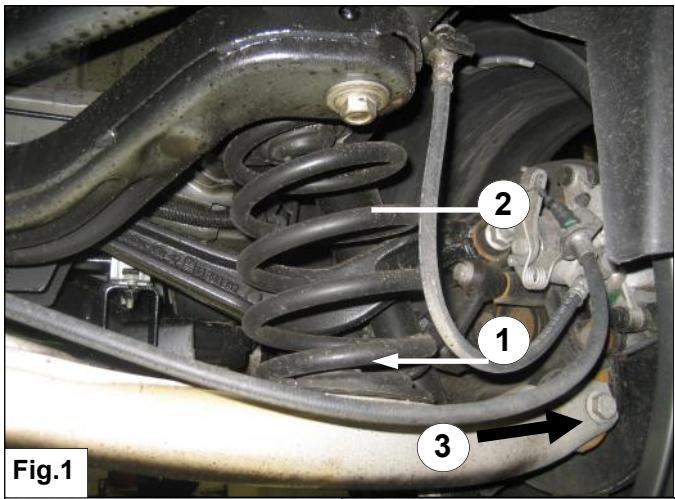

Fig.1
1. Soutenez le bras de suspension et démontez le boulon **3** indiqué sur la photo. **Attention : le bras de suspension est sous tension.** Voir fig. 1.